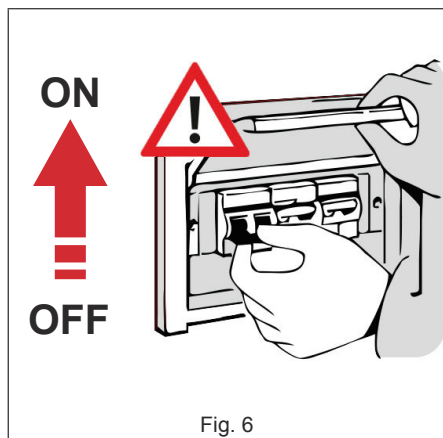

Fig. 6
- Se presente, portare il magnetotermico di protezione posto a monte della presa di alimentazione in posizione “ON” (Fig. 6).